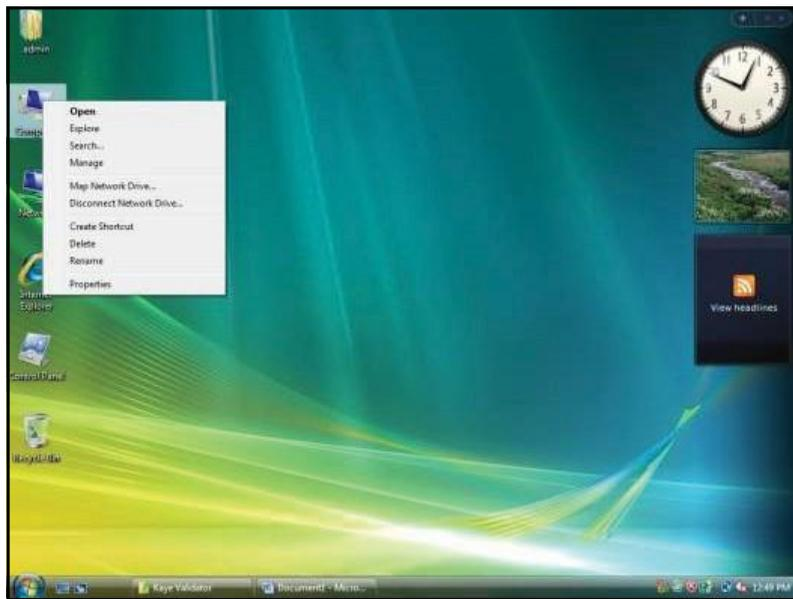

图 112: 电脑菜单
3. 在电脑桌面上, 右击 **我的电脑** 图标并选择 **属性** (图 112 , 下页). (同样, 您也可以点 **Start>Control Panel>System and Maintenance>System.**)